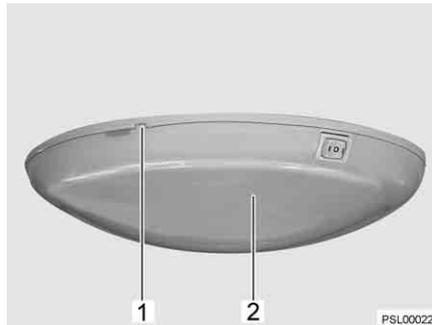

Fig. 52 Lampada a soffitto
- Sollevare e rimuovere con precauzione la copertura (Fig. 52,2) con l'ausilio di un utensile appropriato (p. es. un cacciavite) agendo sull'intaglio (Fig. 52,1).